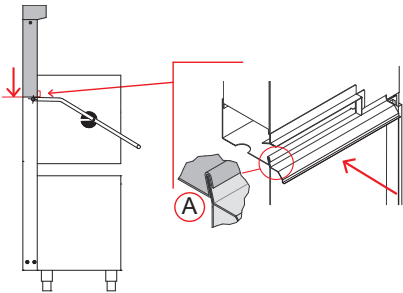

Fig. 14
- Contrôler le juste encastrage du profil (voir Fig. 14 - pièce A).